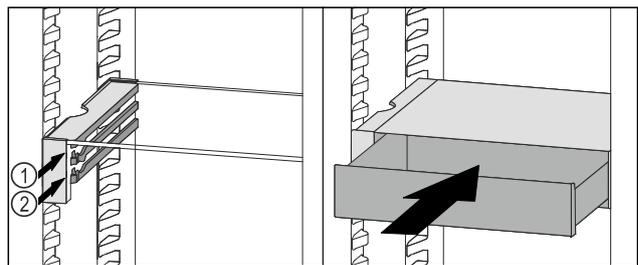

Fig. 138
- ▶ VarioSafe-Schubfach hinter den Stopperrn auf gewünschter Rippe Fig. 138 (1) oder Fig. 138 (2) aufsetzen.